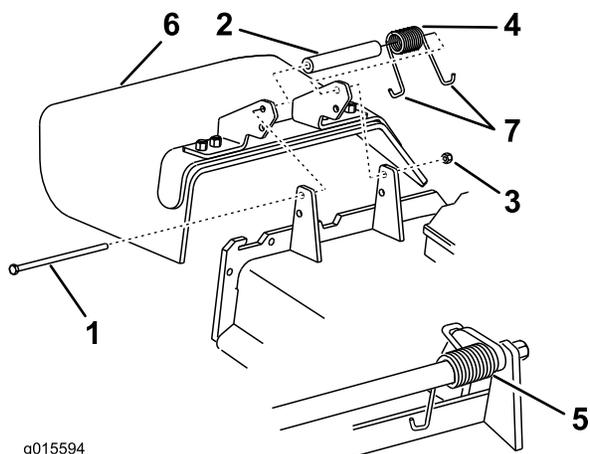

Figura 62
Nota: Asegúrese de colocar un extremo en J del muelle detrás del reborde de la carcasa antes de instalar el perno, según se muestra en Figura 62.
6. Coloque un extremo en J del muelle alrededor del deflector de hierba (Figura 62).
1. Retire la contratuerca, el perno, el muelle y el espaciador que sujetan el deflector a los soportes de pivote (Figura 62).